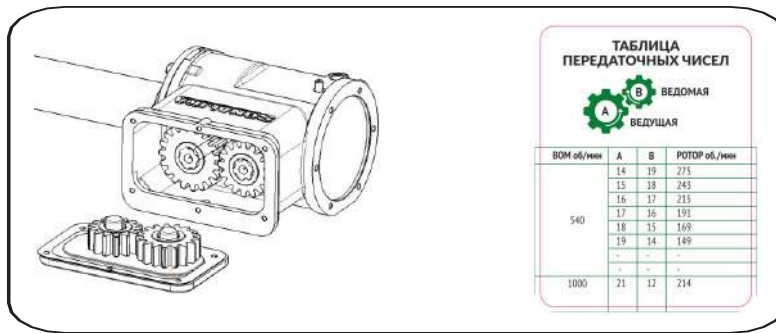

Рис. 18
Машины (Опционально)оснащены коробкой переключения передач (рис. 18).
- При переключении передач следите за тем, чтобы прокладки (рис. 18), установленные за шестернями, не попали в коробку передач.
- Падение запасных частей (рис. 18) внутрь коробки передач может привести к торможению шестерен.